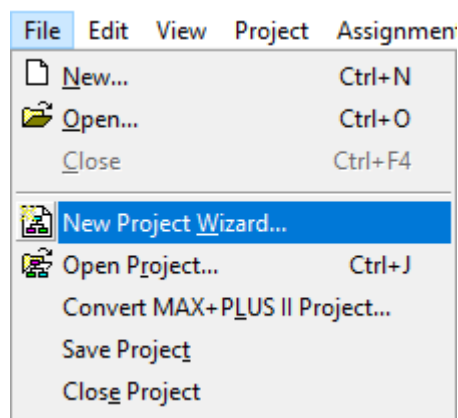

Рис. 1.3. Визивання майстра **New Project Wizard**
**2.2.** В меню **File** оберіть команду **New Project Wizard** (рис. 1.3). Відкриється вікно майстра. При першому запуску відображається вікно заставки (**Introduction**), в якому відображена послідовність дій, що супроводжує відкриття нового проекту. Якщо на екрані з'явиться сторінка **Introduction**, натисніть кнопку **Next**.